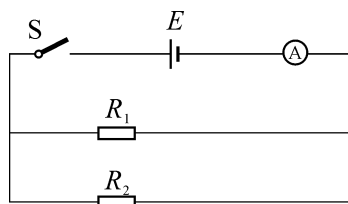

图 2-2-8 直流电流表测量电流
1. 按图 2-2-8 连接电路,其中电源电压为 6 V, $R_1=200\ \Omega$, $R_2=300\ \Omega$ 。